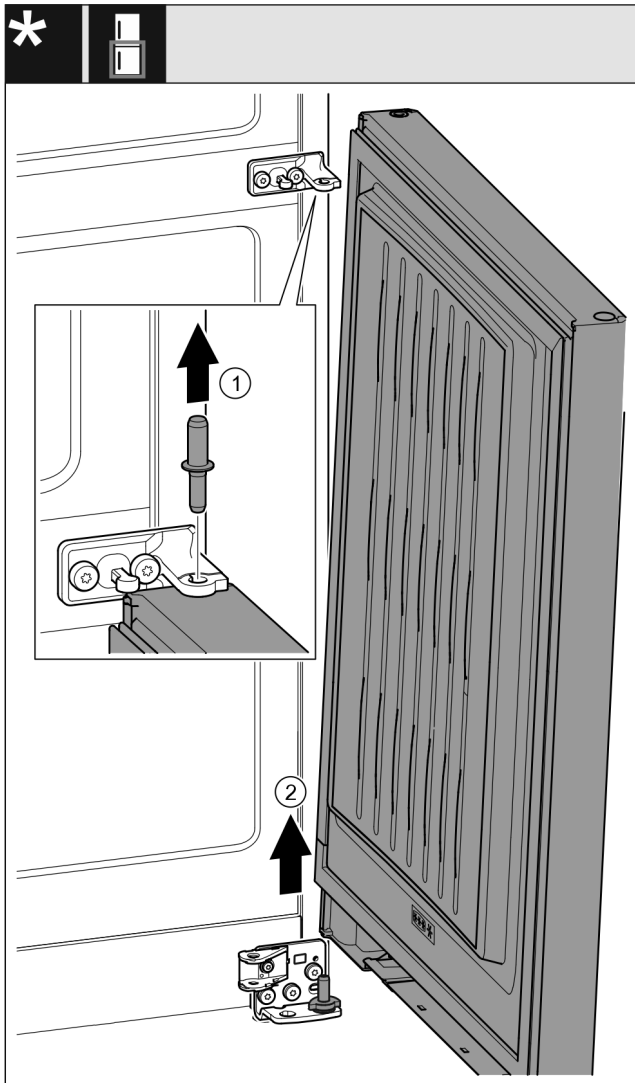

Fig. 23 \*
- ▶ Nxirrni jashtë bulonin duke e ngritur lart. *Fig. 23 (1)\**
- ▶ Anoni paksa derën për ta ngritur, tërhiqeni lart dhe lëreni mënjanë. *Fig. 23 (2)\**